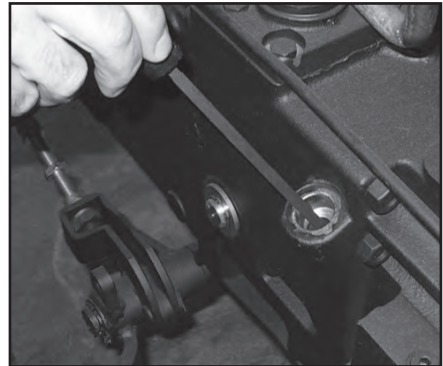

Abb. 6.10
- Das Hydrauliköl des hinteren Schaltgetriebes und die Filtrierelemente (152) und (153) auswechseln.
- Den Ölstand im hinteren Getriebe (Abb.6.10) unter dem mit vier Schrauben befestigten Schutzdeckel (Abb. 6.9) wie unter "Regelmäßige Wartung" beschrieben kontrollieren.